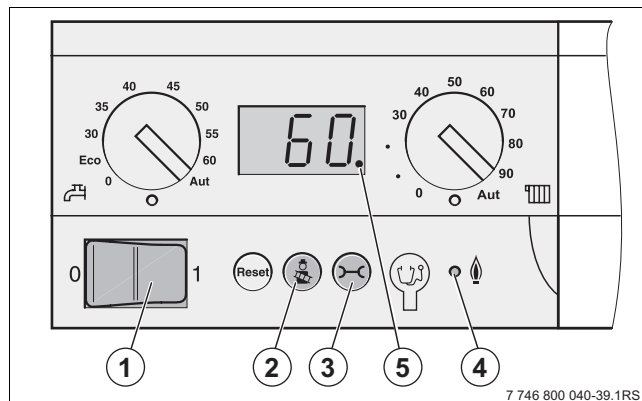

Bild 61 Grundkontrollens manöverpanel
- Ställ huvudströmbrytaren (→ bild 61, [1], sidan 42) på manöverpanelen i läge "0" (från).
- Ställ huvudströmbrytaren (→ bild 61, [1]) på manöverpanelen i läge "0" (från).